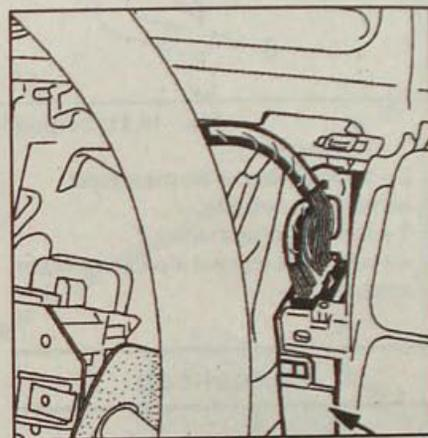

Рис. 14.18. Расположение центрального блока управления системой кондиционирования воздуха
- Центральный блок управления закреплен 3 болтами. Электрически он подсоединен с помощью двух разъемов в верхней части и двух разъемов в нижней части (рис. 14.18).